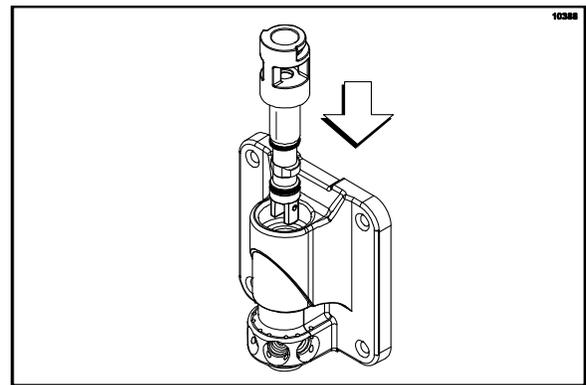

Figura 120
10. Inserte y alinee el conjunto del rotor de la válvula de extracción en la puerta de batidos, como se ilustra. (Vea la figura 120).